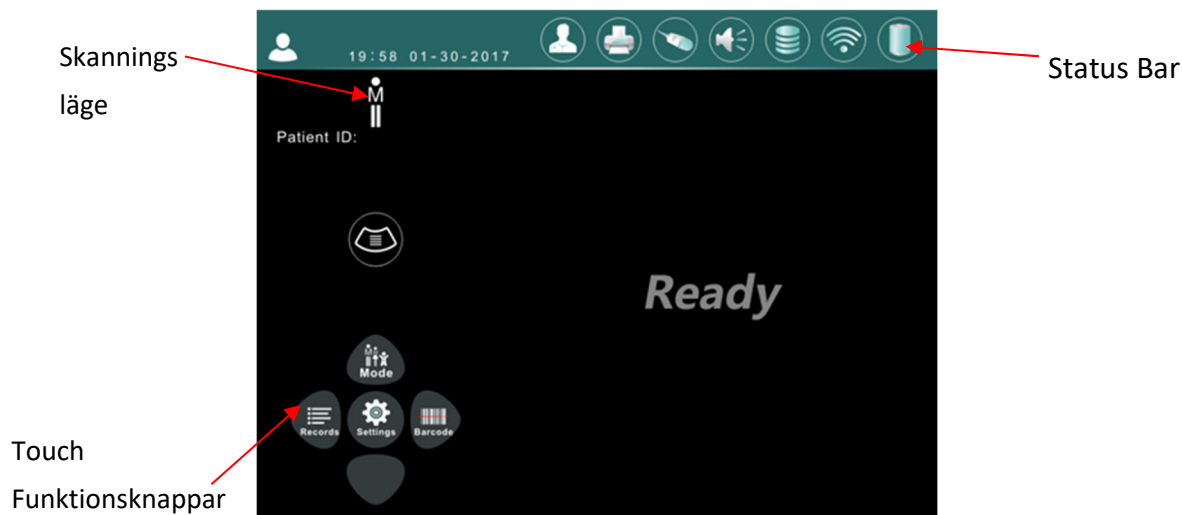

Bild 7-3 Main system interface
7.4.1 Huvudsystem interface som visas i Bild 7-3.